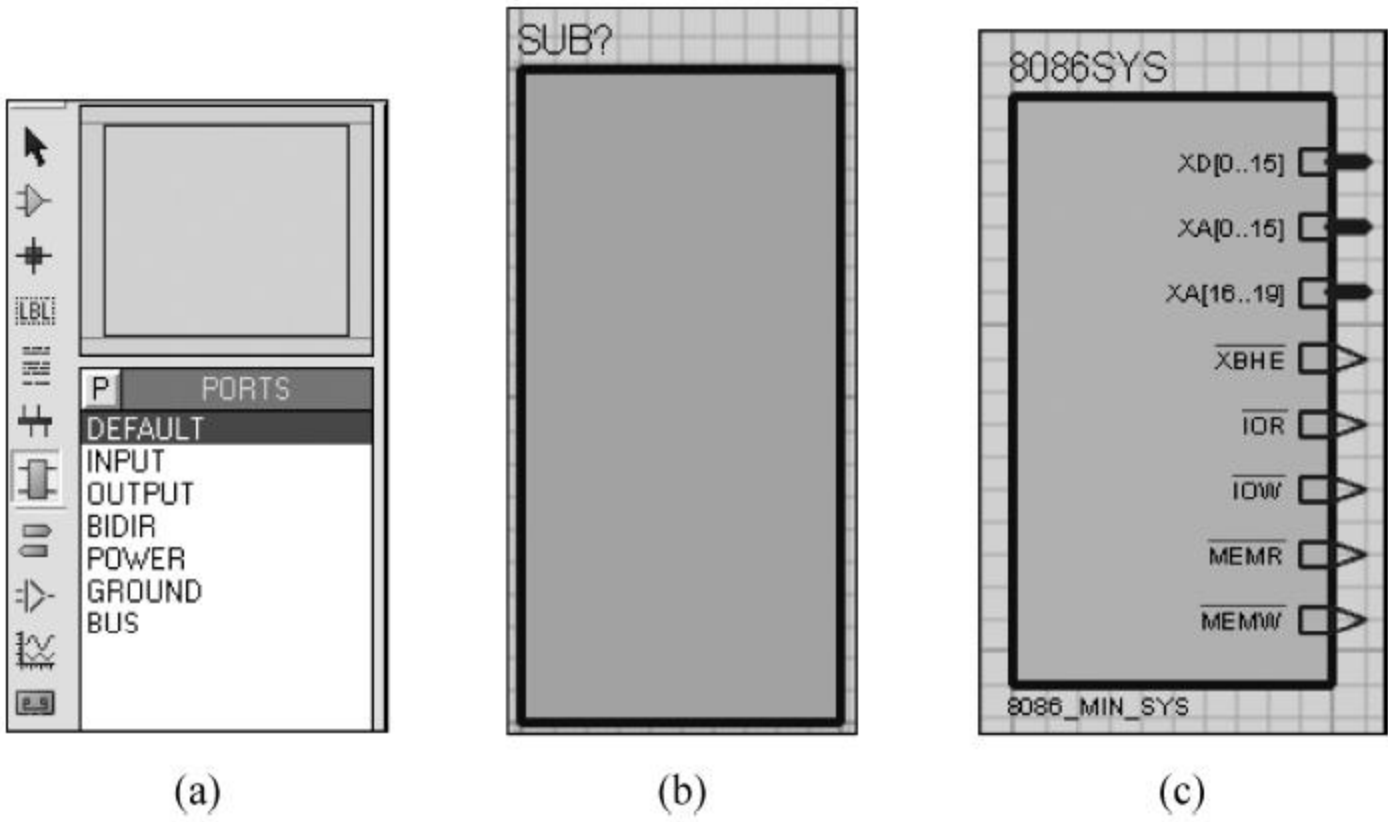

图 10-13 创建子电路模块
(1) 绘制模块外框。单击“子电路模式”按钮,然后在编辑窗口按住鼠标左键拖动,拖出子电路模块图框,如图 10-13(a)、(b)所示。
(2) 放置信号端子。从图 10-13(a)所示的元器件选择窗口中选择 BUS(总线端子),放置在子电路图框的右侧。放置的方法是将铅笔光标移动到子电路图框的右侧边线合适的位置上,当铅笔光标的尖端上显示一个叉号(×)时,单击即可。总线端子共放置 3 个。
(3) 编辑端子名称。右击端子,在弹出的快捷菜单中选择“编辑属性”,打开属性编辑对话框,在“标号”栏中输入端子名称(端子名称必须与接下来要绘制的子电路逻辑终端名称一致)。端子名称编辑完成后的样子如图 10-13(c)所示。各端子含义如下。